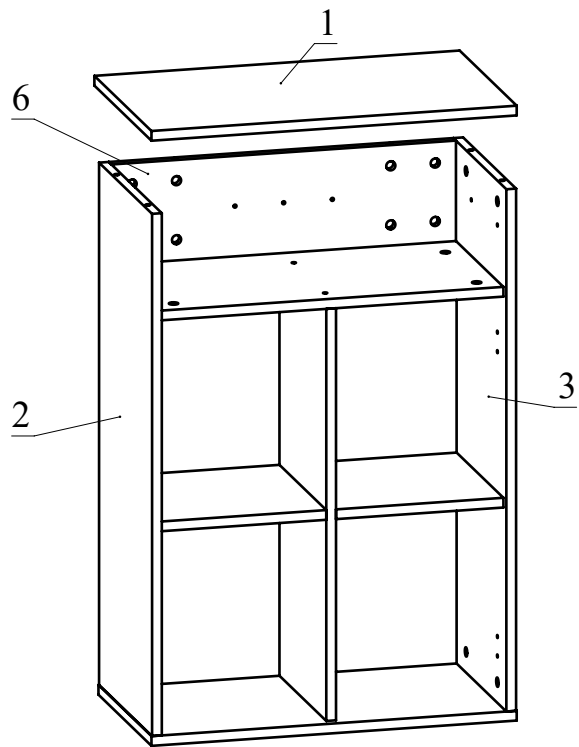

Рис.9
9. Установите деталь 1 на детали 2, 3, 6 и затяните головки минификсов (Рис. 9).